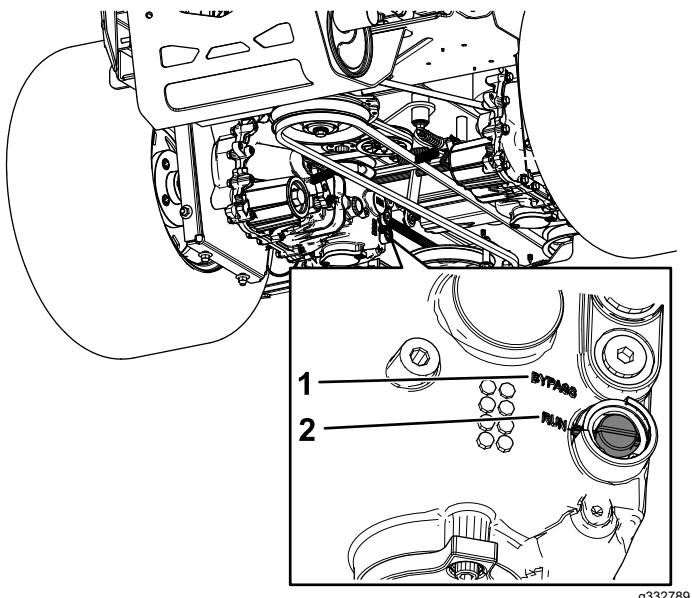

Figure 38
3. Usando un destornillador de punta plana, gire ambas levas a la posición de DESVÍO (Figure 38).
5. Para conducir la máquina, gire ambas levas a la posición de MARCHA (Figure 38).